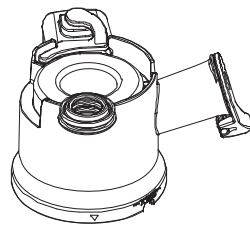

Fig 12c
- El tamaño plano grande del anillo de sellado estará dentro, mientras que el lado pequeño y estriado estará fuera del recipiente exprimidor. (Fig 12c)